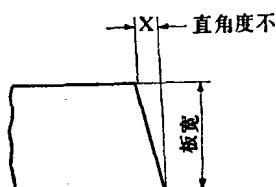

图 1-23 直角度不良
②在同一前倾角的情况下，当刀刃的剪切速度和带钢的输送速度配合不好时，剪切的钢板造成直角度不良，如图1-23所示。
③在剪切机的刀片安装角度不良时，带钢呈蛇形，也会产生直角度不良，如图1-23所示。